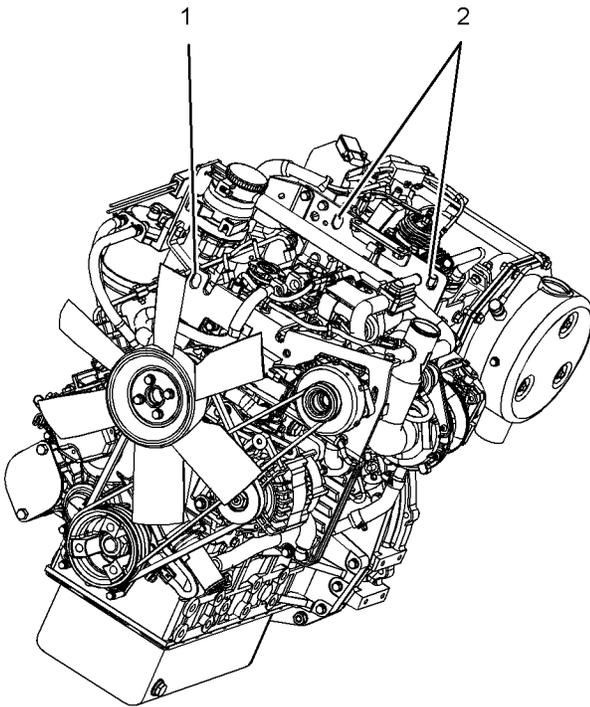

Abbildung 28
**Anmerkung:** Die Motorbaugruppe ist mit drei Hubösen ausgestattet. Siehe dazu Abbildung 28 .